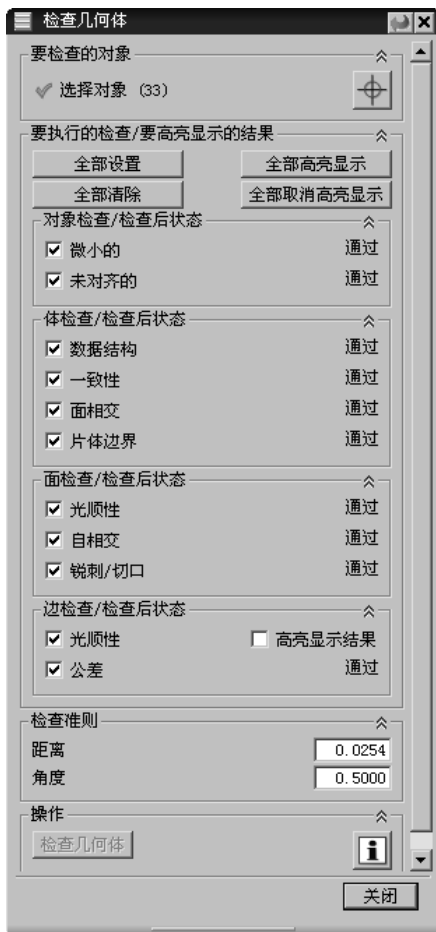
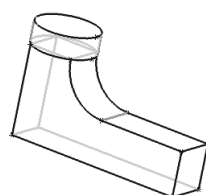

图 7.2.8 “检查几何体”对话框（二）
图 7.2.9 检查结果
Step3. 定义检查项。单击 **全部设置** 按钮，在键盘上按 Ctrl+A 组合键选择模型中的所有对象（图 7.2.7），然后单击 **检查几何体** 按钮，“检查几何体”对话框（一）将变成图 7.2.8 所示带有对象检查的“检查几何体”对话框（二），模型检查结果如图 7.2.9 所示。